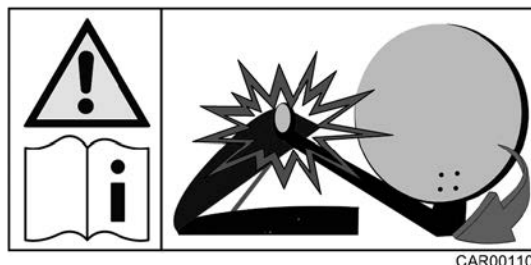

Fig. 58 Autocollant sur le lanterneau
- Avant la mise en service de l'installation satellite, fermer le lanterneau. Observer ce qui est écrit sur l'autocollant (Fig. 58).